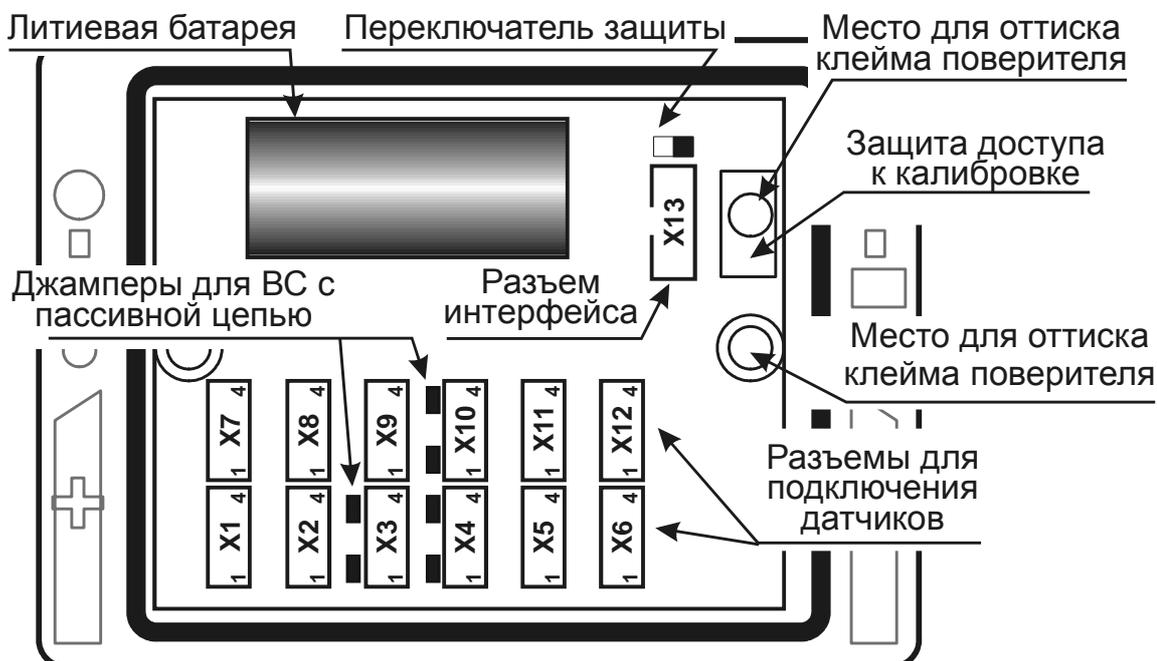
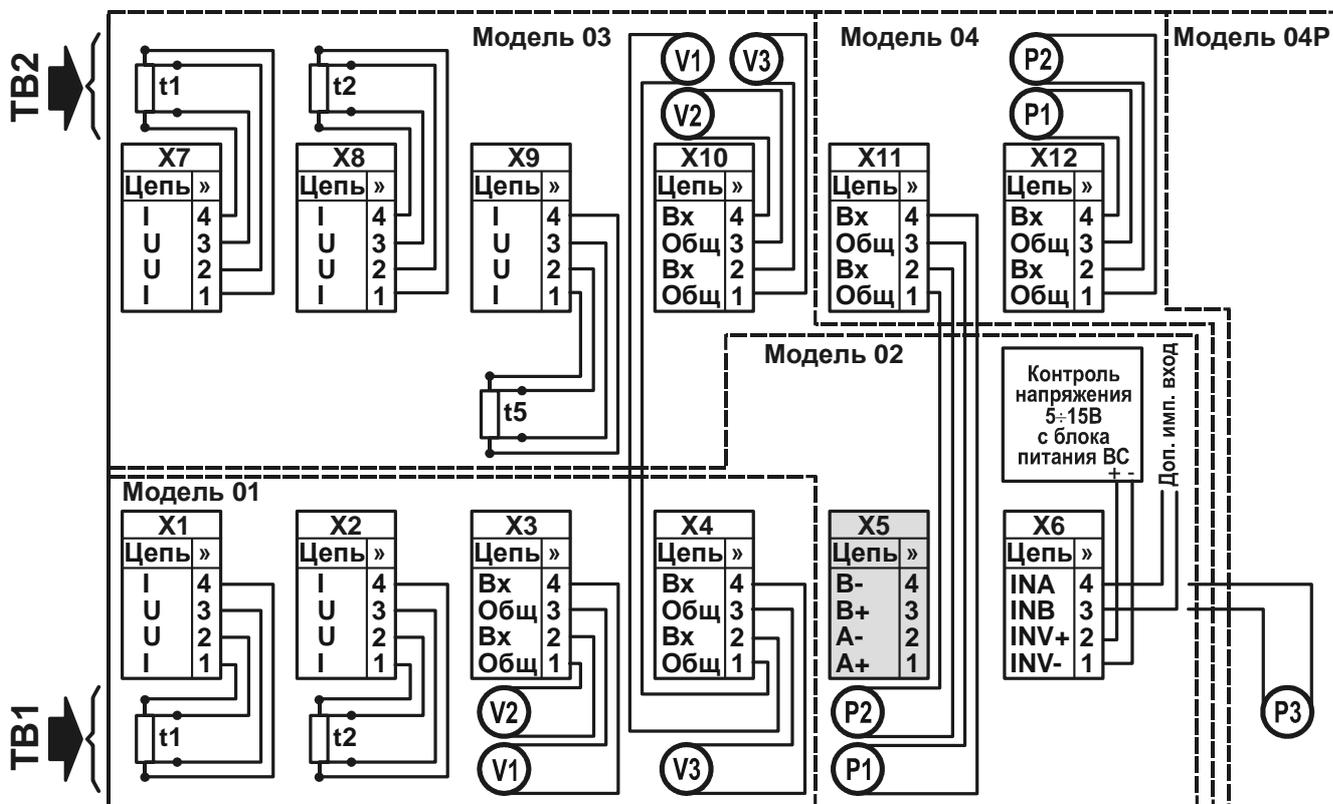

Рис. 5.3 – Вид снизу на снятую крышку ВКТ-7
Рис. 5.4 – Подключение датчиков к разъемам ВКТ-7
В случае пассивного типа выхода следует установить перемычку (джампер), показанную на рис. 5.3 слева от соответствующего разъема X3, X4 и X10, а при активном – снять ее.
Разъемы для подключения внешних цепей находятся на модуле, закрепленном в крышке ВКТ-7. Размещение разъемов приведено на рис. 5.3, а схема подключения датчиков – на рис. 5.4. При поставке ВКТ-7 ответные части разъемов и джамперы установлены.
- убедиться, что левее каждого из имеющихся на модуле (установлен на крышке корпуса) разъемов X3, X4 и X10 установлены джамперы (рисунок 5.3). В противном случае джамперы следует установить, взяв их из состава поставки комплекта соединителей;
- при автоматизированной поверке убедиться, что в вычислителе установлен адаптер RS232 или универсальный адаптер RS485/RS232. В противном случае (установлен адаптер RS485 или адаптер отсутствует) следует подключить к разьему X13 (рисунок 5.3) адаптер RS232, взяв его состава поставки комплекта соединителей.